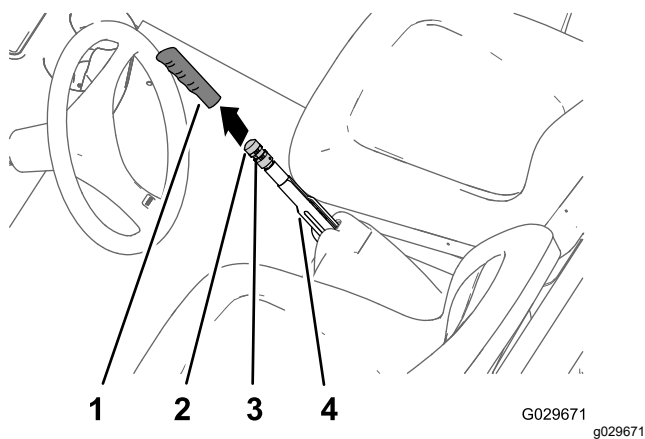

Figura 62
1. Retire a pega da alavanca do travão de estacionamento (Figura 62).
2. Desaperte o parafuso de afinação que fixa o manípulo de ajuste do travão à alavanca do travão de estacionamento (Figura 62).
3. Rode o manípulo de ajuste do travão até que 133 a 156 N seja alcançado para engatar a alavanca do travão de estacionamento (Figura 62).
4. Aperte o parafuso de afinação e instale a pega (Figura 62).
2. Desaperte o parafuso de afinação (Figura 62) que fixa o manípulo de ajuste do travão à alavanca do travão de estacionamento, desengate o travão de estacionamento e desaperte o manípulo de ajuste do travão.
5. Rode o manípulo de ajuste do travão (Figura 62) até que 133 a 156 N seja necessário para engatar a alavanca do travão de estacionamento.
- C. Rode o manípulo de ajuste do travão (Figura 62) até que 133 a 156 N seja necessário para engatar a alavanca do travão de estacionamento.
- Aperte o parafuso de afinação e instale a pega (Figura 62).